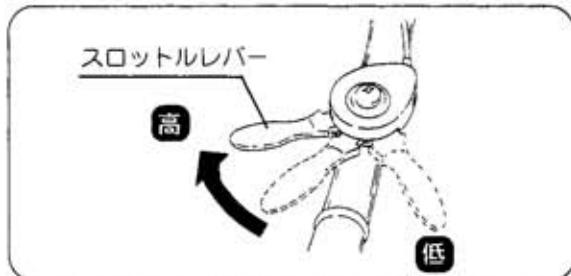

図20
- ④ スロットルレバーを内側に回して、エンジンの回転速度を調節してください。（図20）